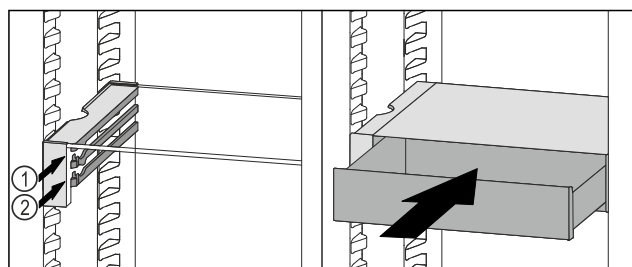

Fig. 66
- ▶ Założyć szufladę VarioSafe za stoperami na wybranych żebrach Fig. 66 (1) lub Fig. 66 (2).